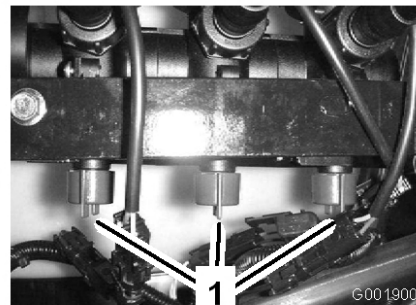

図 21
10. OFF にしたブームのバルブの下についているバイパス・バルブ (図 21) を使って、上記手順7で設定した水圧と同じ水圧に調整する。